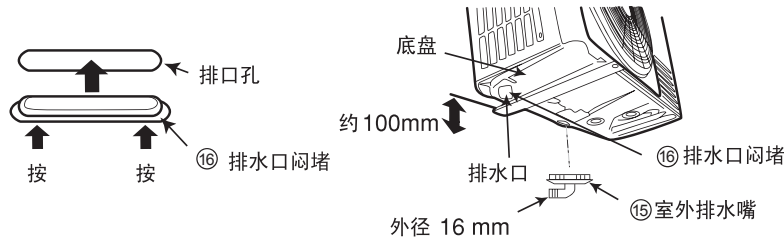

图 28
- 2 请将机体在安装后,按图28所示将附件⑮室外出水嘴安装在出水孔中。